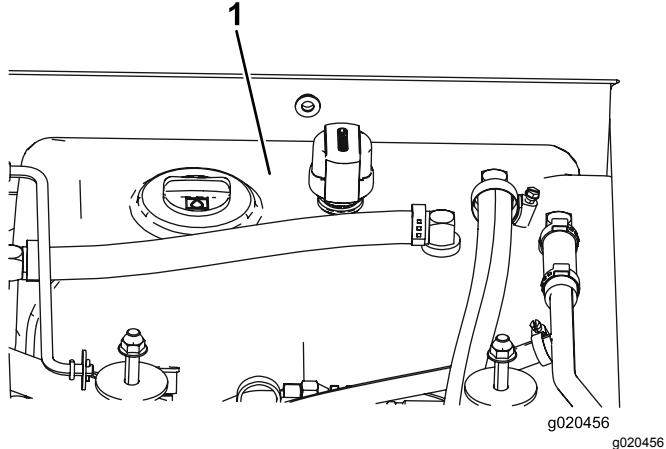

Figura 97
- Llene el depósito (Figura 97) con fluido hidráulico; consulte Comprobación del fluido hidráulico (página 70).